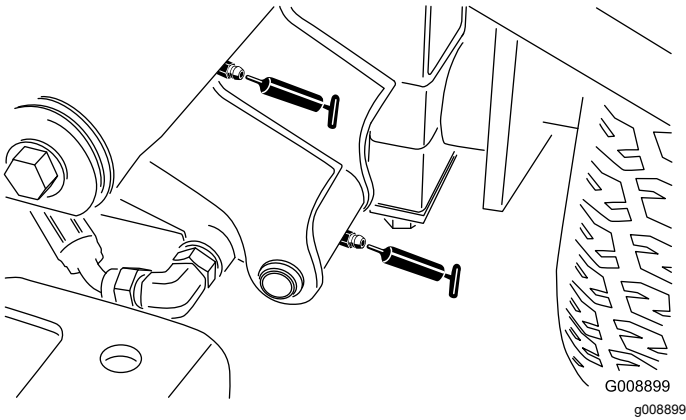

Bild 64
- Linke vordere Hubarm-Drehbüchsen und Hubzylinder (zwei Schmiernippel – Bild 64)